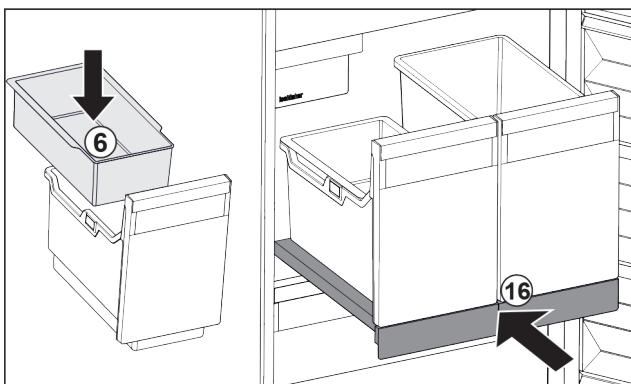

Fig. 145
- Einhängeschale Fig. 145 (6) für Eiszapfen einsetzen.
- Auszugsbord mit Behälter (IceTower) einschieben. Fig. 145 (16)